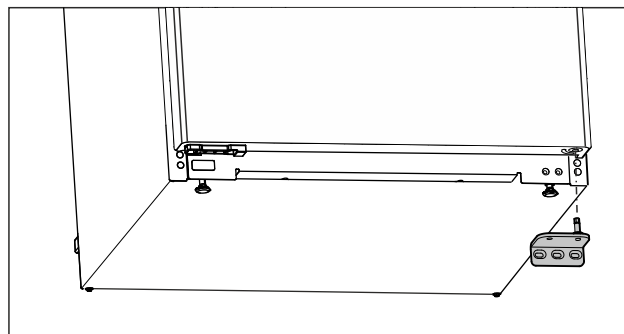

Fig. 12
- ▶ Зніміть опорний кронштейн у напрямку вниз. (див. Fig. 12)